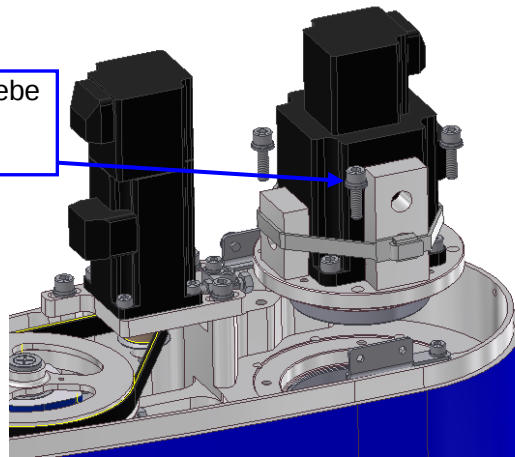

Bild 5-16 Entfernen des B-Achsenmotors und -getriebes
- (8) Entfernen des B-Achsenmotors und -getriebe. (Siehe Bild 5-16) (Innensechskantschraube M5×18 4 Stück)